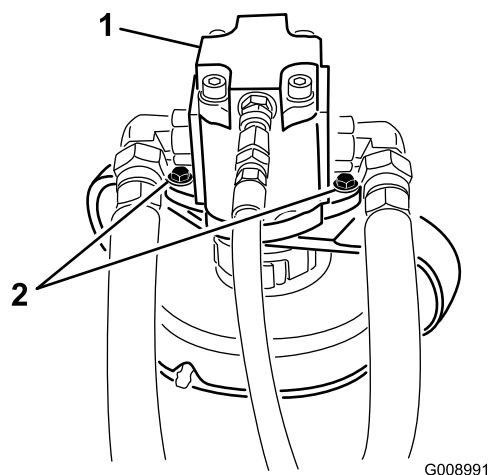

Figure 82
5. Enlevez les boulons qui fixent le moteur hydraulique au plateau de coupe (Figure 82).
3. Enlevez les boulons qui fixent le moteur hydraulique au plateau de coupe (Figure 82).